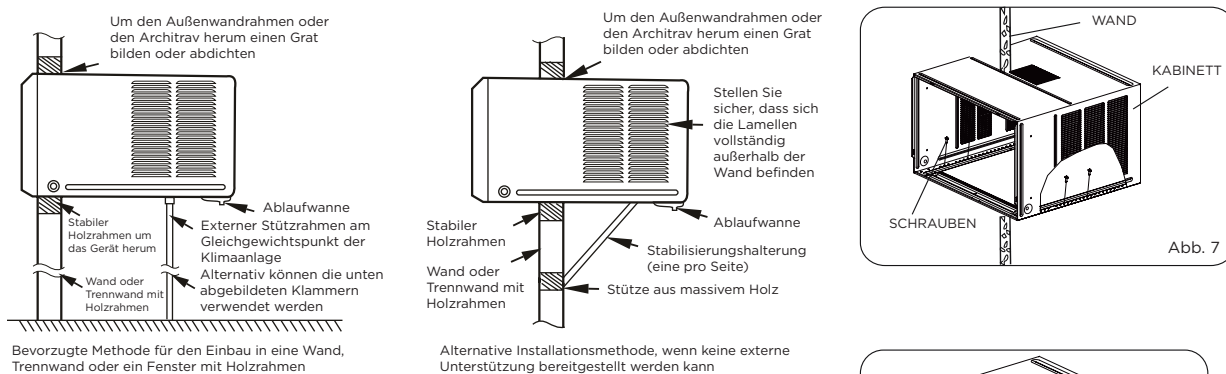

Abb. 7
3. Den Schrank in die Wand einbauen und befestigen. Stellen Sie sicher, dass die Schaumstoffdichtungen nicht beschädigt sind. Lücken im Innen- und Außenbereich verputzen, abdichten oder füllen, um ein zufriedenstellendes Erscheinungsbild und Schutz vor Witterungseinflüssen, Insekten und Nagetieren zu gewährleisten (siehe Abb. 7).